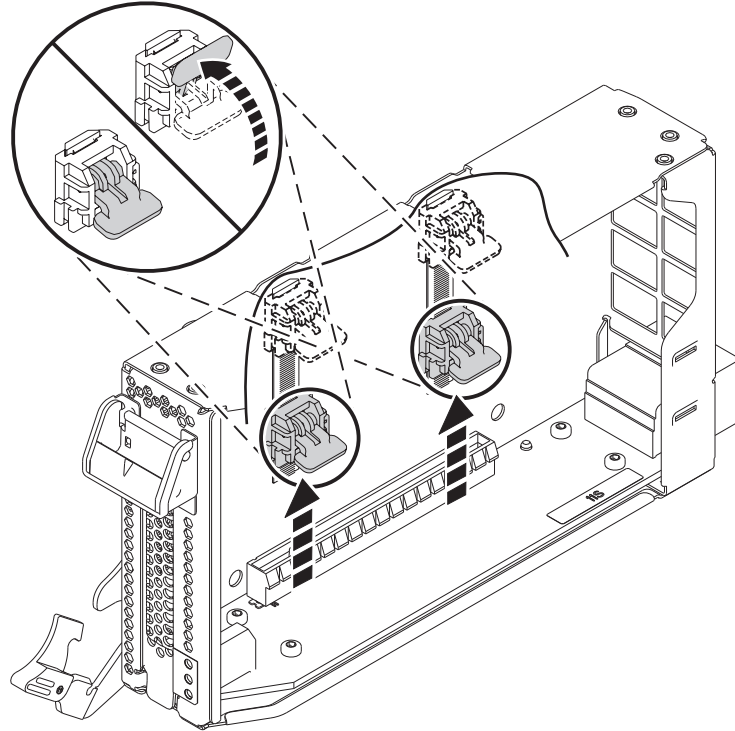

Figura 28. Desbloqueo de las ruedas de la casete
- a. Desbloquee las ruedas dentadas del casete haciéndolas girar, tal como se muestra en la Figura 28 en la página 29.
- b. Presione las ruedas de la casete hacia el borde superior de la casete, como se muestra en la Figura 28 en la página 29.